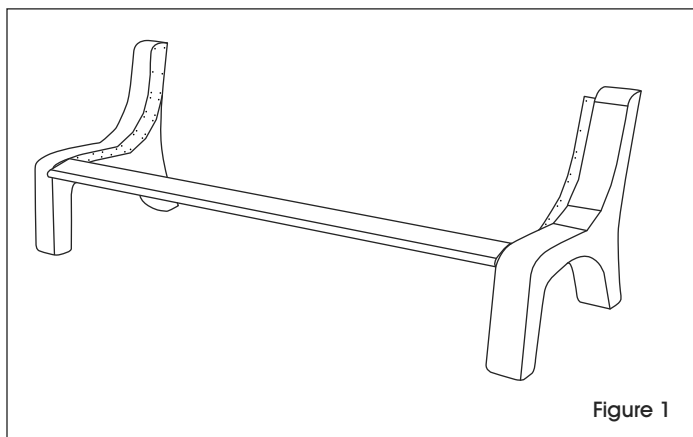

Figure 1
2. Insérez une planche à bords arrondis entre les pieds gauche et droit, maintenus chacun par une personne, en l'alignant sur la partie frontale des pieds. Fixez la planche frontale aux supports en insérant les vis dans les trous situés en dessous du pied. Vissez sans trop serrer. (Voir Figure 1)